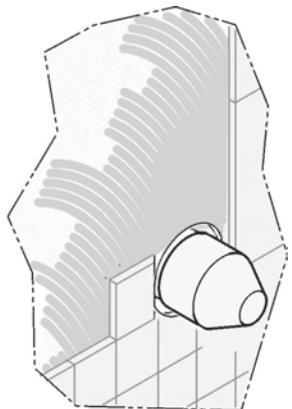

Fig. 5
- Eseguire il rivestimento. (Fig.5)
- Clad the walls (Fig.5).
- Verputzen (Abb. 5).
- Réaliser le revêtement. (Fig.5)
- Realice el revestimiento. (Fig.5)
- Выполните облицовку поверхности. (Рис.5)